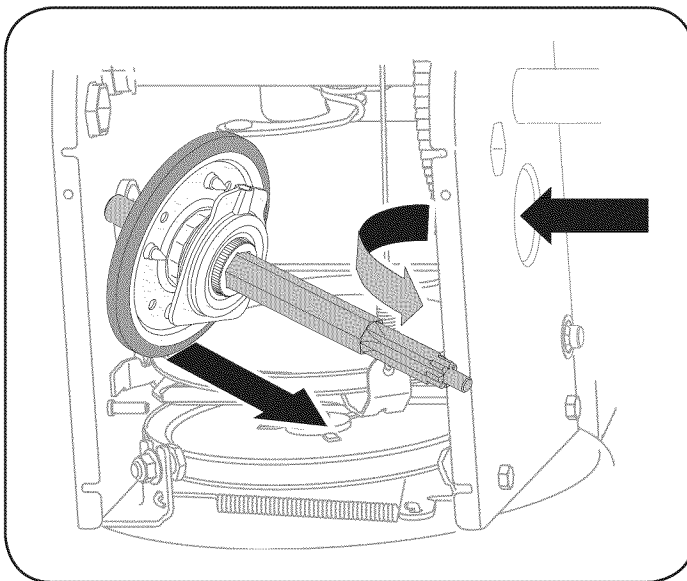

Figura 30
7. Con cuidado, ubique el eje hexagonal hacia abajo y hacia la izquierda antes de deslizar con precaución el montaje de la rueda de fricción fuera del eje. Vea la Figura 30.